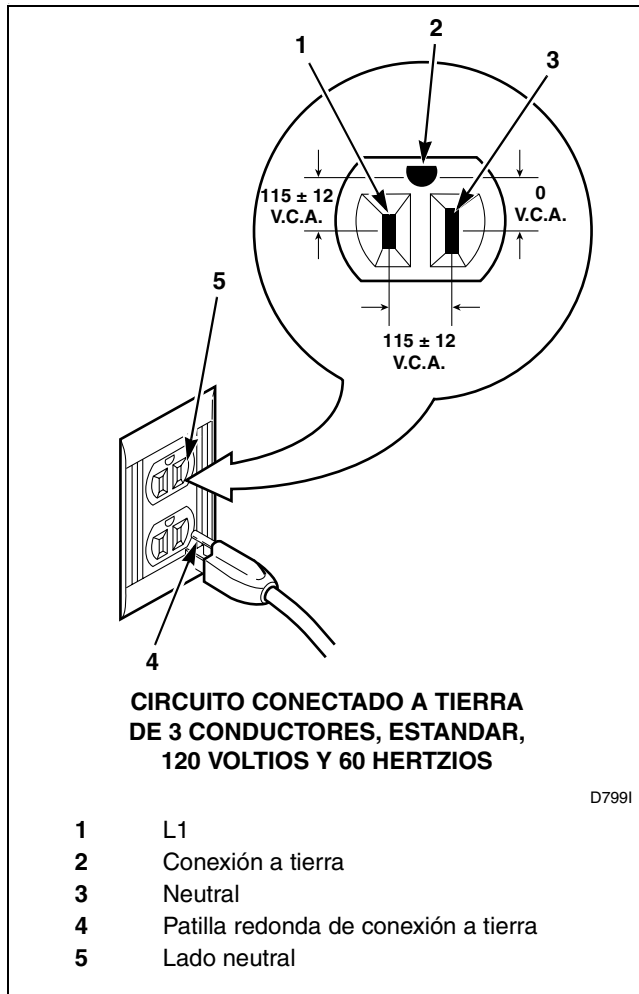

Figura 19
- Cada una de las secadoras está diseñada para ser conectada en una ramal independiente, polarizada, de tres conductores, conectada a tierra, de 120 Voltios, 60 Hertzios, circuito de corriente alterna (CA), protegido por un **fusible de 15 Amperios**, Fusetrón (fusible de acción lenta) o interruptor de circuito.
- La clavija de conexión a tierra de tres patillas en el cable de corriente debe ser conectada directamente en un tomacorriente con conexión a tierra de tres ranuras de 120 Voltios de CA (corriente alterna) de 15 Amperios. Consulte la *Figura 19* para determinar la polaridad correcta del tomacorriente de la pared.